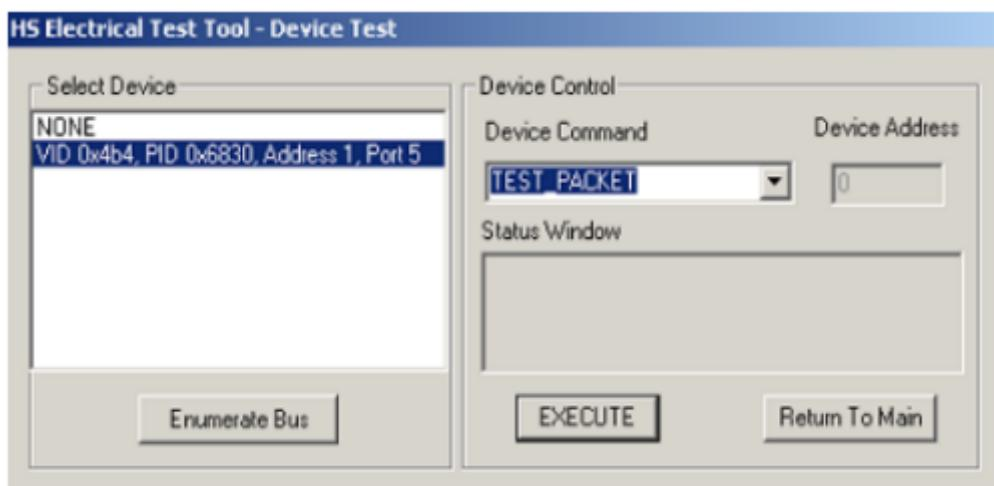
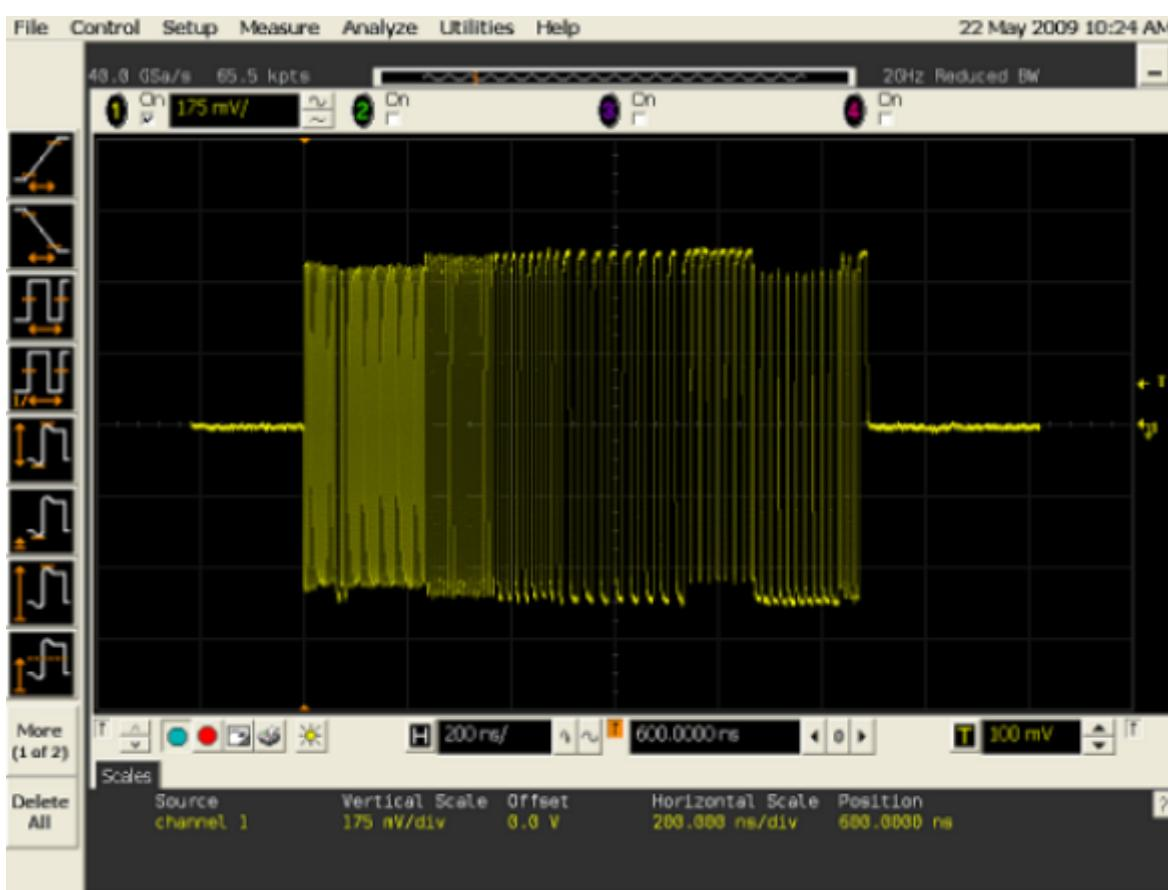

图 1-2 选择测
图 1-3 测试波形
3. 如图 1-2 所示，选择要测试的设备和测试命令”TEST PACKET”，然后点击“EXECUTE”按钮所示，执行完上述操作后，USB 控制器就会自动进入 Test Packet Mode，并连续发送周期性的测试包，测试波形如图 1-3 所示：
- 从示波器上观察是否有检测到如图 1-3 的周期性测试波形
- 如果没有图 1-3 的周期性测试波形，可能是测试命令没有执行成功或者测试命令有误